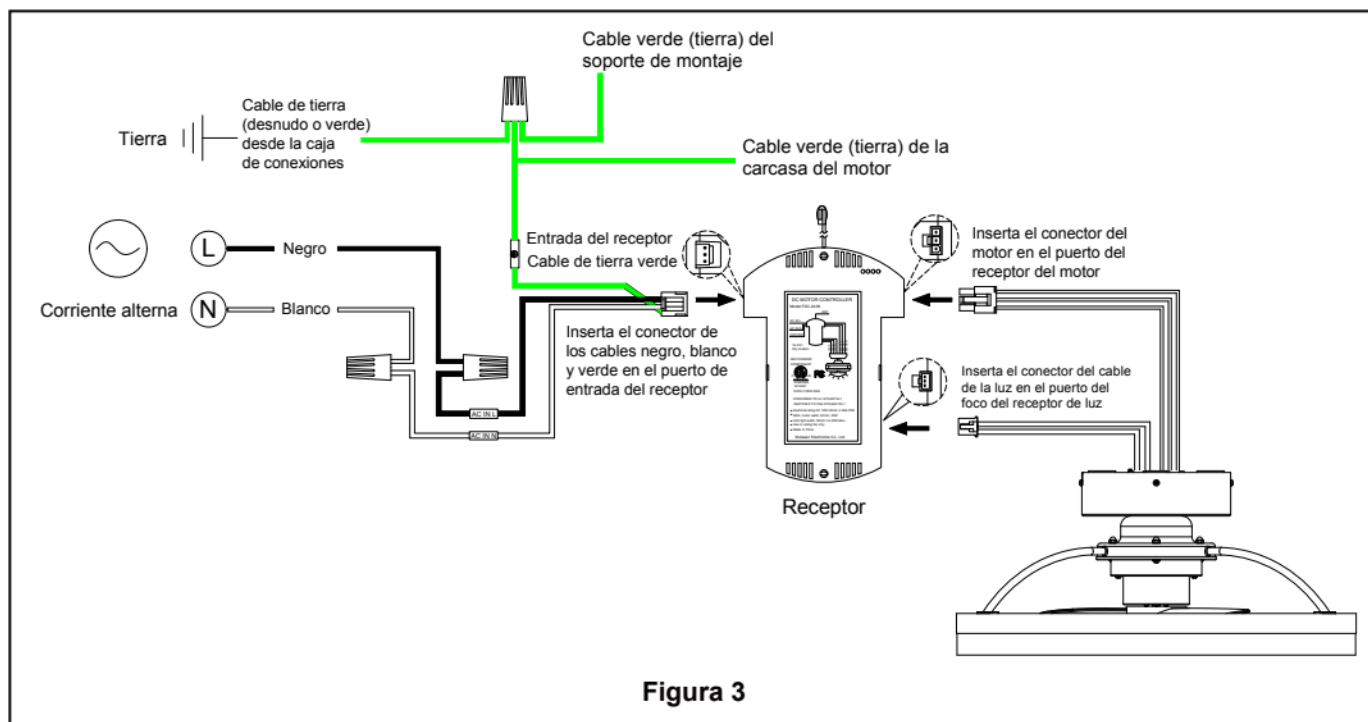

Figura 3
2. Conecta los cables verdes del cable de tierra del receptor (entrada "Green"), del soporte de montaje, de la y de la carcasa del motor al cable desnudo (tierra) usando un conector para cables. Conecta el cable negro de la entrada del receptor marcado como "AC IN L" al cable negro (no conectado a tierra) de alimentación, usando un conector para cables. Conecta el cable blanco de la entrada del receptor marcado como "AC IN N" al cable blanco (conectado a tierra) de alimentación, usando un conector para cables. Conecta el cable del conector del motor a la salida del receptor correspondiente al conector hembra del motor. Conecta el cable del conector de luz a la salida del receptor correspondiente al conector hembra de luz. (Figura 3)